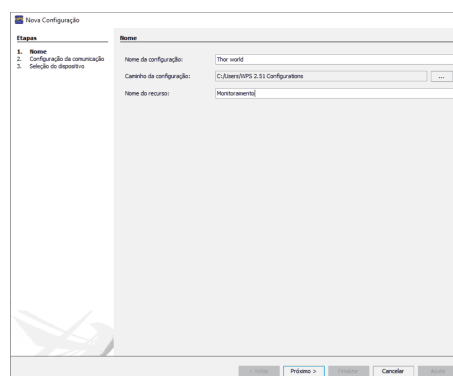

Figura 6.5: Configuração dos parâmetros iniciais
- Na Figura 6.5 são apresentados os campos a serem preenchidos referentes a primeira etapa da configuração.